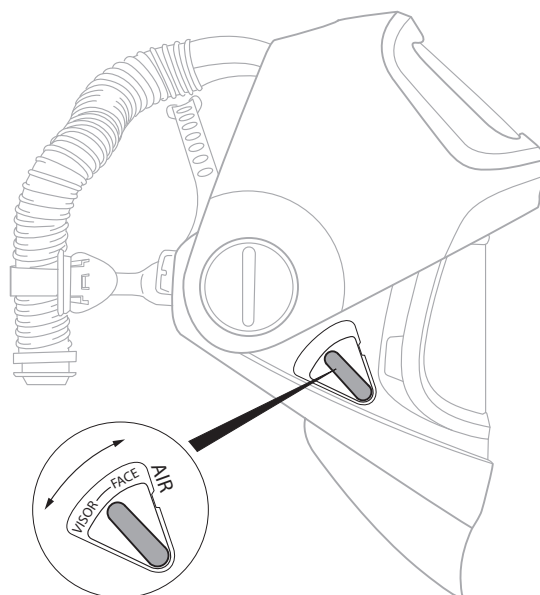

Fig. 8b
- Pour orienter le débit d'air vers la visière ou le visage de l'utilisateur, avec le débit d'air provenant du haut (UP) du masque de soudeur, repérer le levier VISOR – FACE (VISIÈRE – VISAGE) sur le côté droit du masque de soudeur. Ajuster celui-ci dans la position désirée pour le débit d'air entrant (Fig. 8b). L'ajustement active un déflecteur situé dans la partie supérieure du masque de soudeur qui dirige l'air vers la visière ou le visage de l'utilisateur.